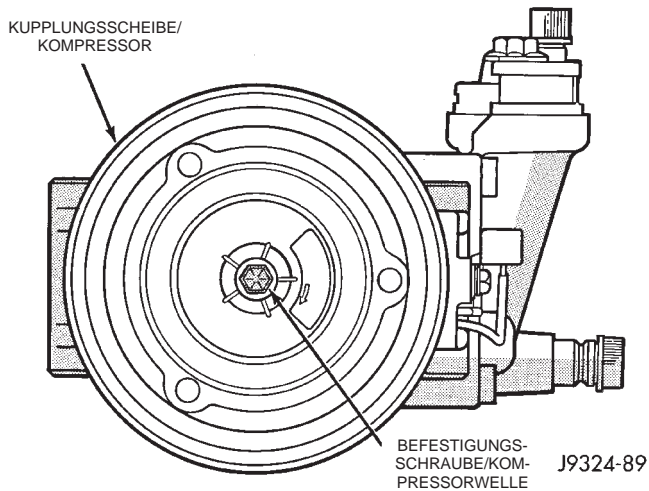

Abb. 6 Befestigungsschraube der Kompressorwelle
(1) Batterie-Minuskabel abklemmen und elektrisch isolieren.
(2) Befestigungsschraube der Kompressorwelle lösen (Abb. 6). Hierbei nach Bedarf die Kupplung mit einem Ölfilterbandschlüssel festhalten.